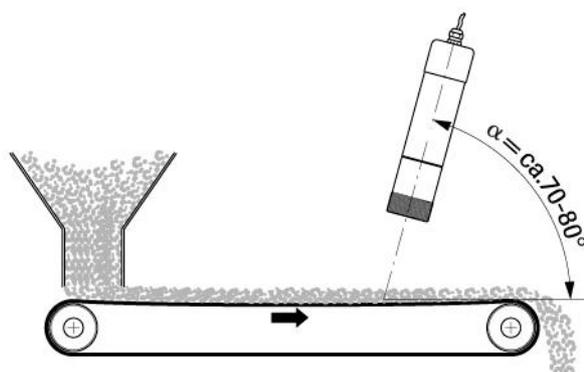

Рис. 7. Установка над конвейерной лентой
- Если FlowJam установлен прямо над лентой конвейера или если материал не имеет неравномерности профиля, то сенсор должен быть смонтирован под углом около 70 - 80° (рис. 7).